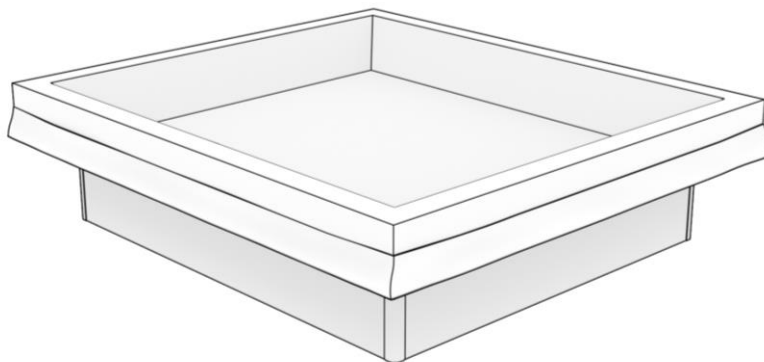

Abbildung 14: Installieren der Sicherheitsfolie über den Schaumrand.
**Schritt 15.** Legen Sie die Schutzfolie wie in Abbildung 14 dargestellt über den Schaumrand, wobei die glatte Seite mit Klettverschluss unten und die raue Seite oben liegt. Ziehen Sie die Sicherheitsfolie über den Schaumrand, wobei Sie zuerst die Ecken und dann die Seiten von der Mitte jeder Seite aus ziehen.